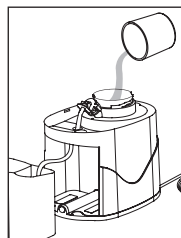

Fig. 5
- 4) Utilizando la copa de medición que viene con el equipo, llene el tanque calentador de agua con aproximadamente 25ml de agua de la canilla, Fig. 5. Que el agua no pase de los cinco orificios cuadrados de venteo que se encuentran en la pared del tanque.